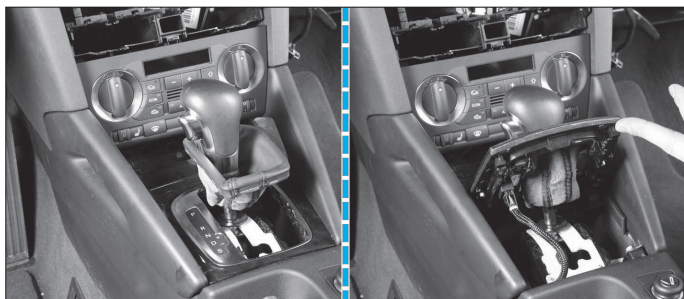

FIG. 31
- dégrafer l'habillage du levier de vitesse puis la plaque d'ornement du levier de vitesse (Fig.31).